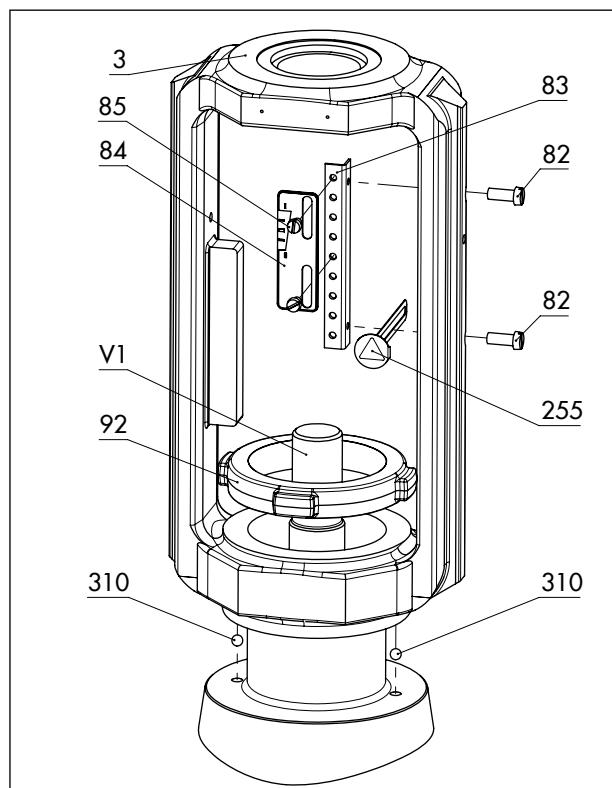
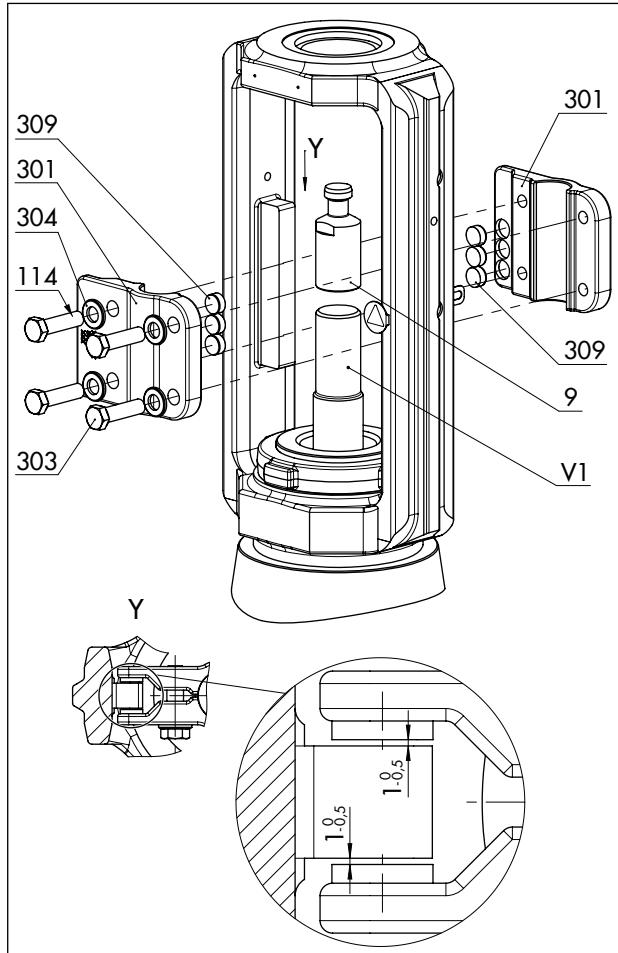

Bild 16: Montageübersicht der Baugruppe Joch mit Hubschild in der Standardausführung
Bild 17: Montageübersicht der Verdreh sicherung in der Standardausführung
Vgl. Bild 16 und Bild 17
- Zwischen den Gleitscheiben und ihrer Auflage am Joch ist ein nomineller Spalt zwischen 0,5 und 1 mm auf jeder Seite (vgl. Detail Y in Bild 17).